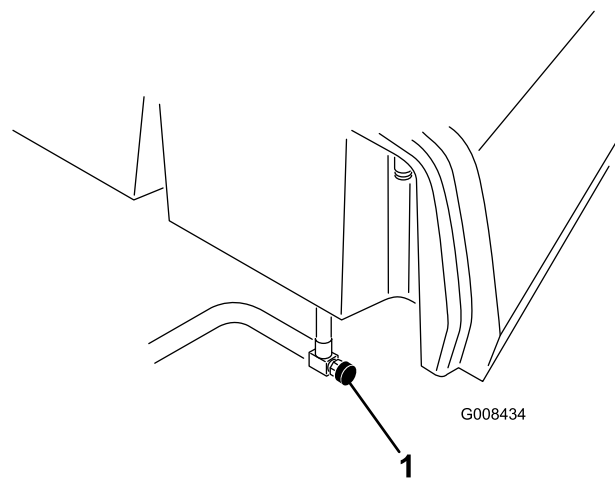

Bild 35
1. Schließen Sie den Kraftstoffhahn (Bild 35) unter dem Kraftstofftank.